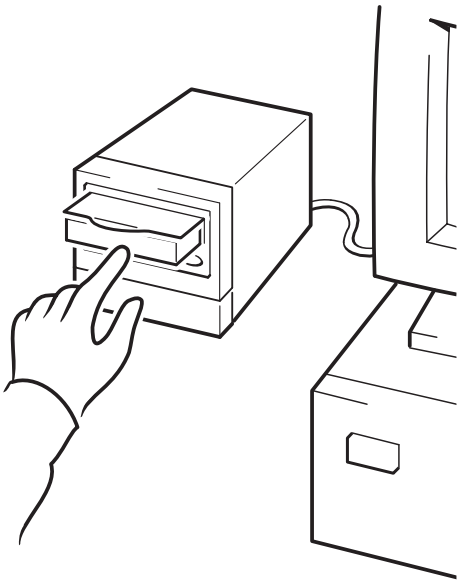

Figure 10a : utilisation de HP OBDR, étape 1
- 1 Insérez la dernière cartouche amorçable dans le lecteur (voir figure 10a). La cartouche doit être enregistrée par une application de sauvegarde enregistrant les données sur bande au format CD-ROM.